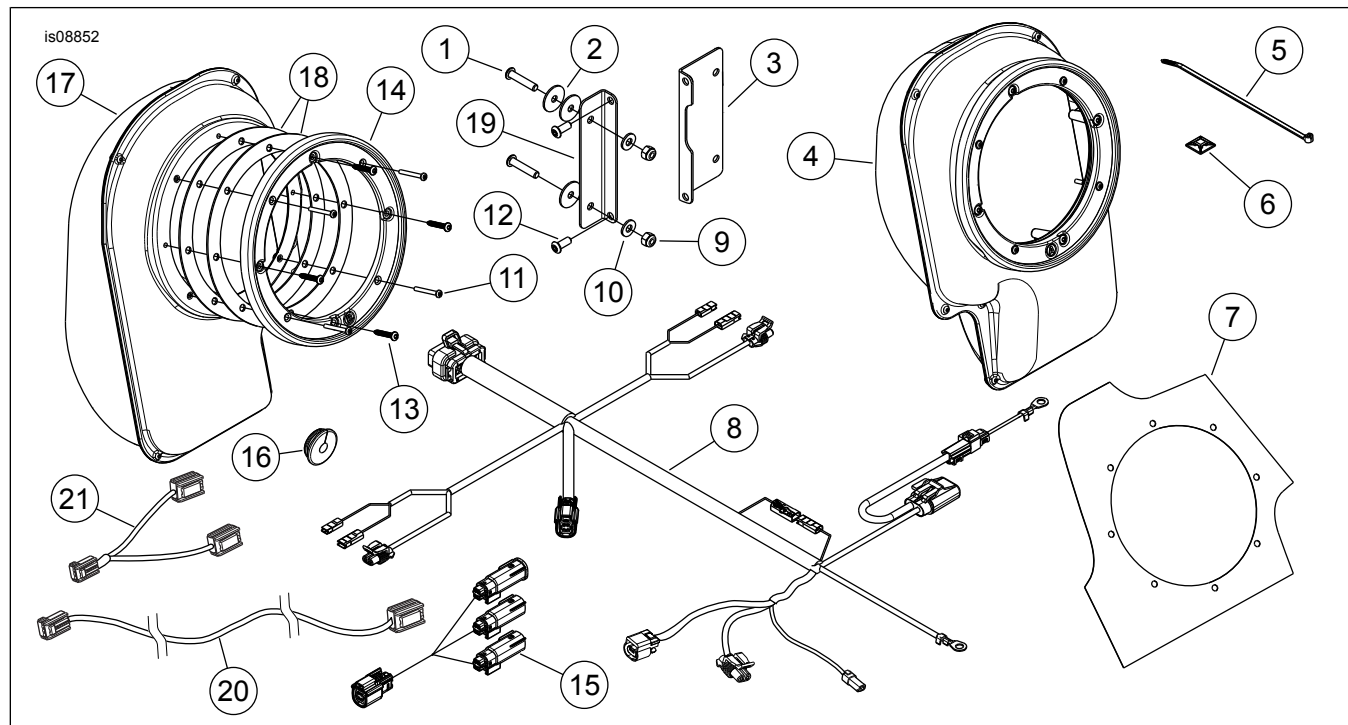

Figura 9. Piezas de repuesto, kit de instalación de expansión de altavoces
- a. **Configuración de 6 altavoces etapa I:** instalar el arnés (296) [16] directamente en el arnés de 16 vías (previamente instalado a través del kit del amplificador del carenado) ubicado detrás del asiento del pasajero. **Configuración de 6 altavoces etapa II:** instalar el arnés de interconexión de tres vías (artículo 15, Figura 9) en el arnés de 16 vías (previamente instalado a través del kit del amplificador del carenado) ubicado detrás del asiento del pasajero. Instalar el arnés (296) [3] en el interconector de 3 vías.